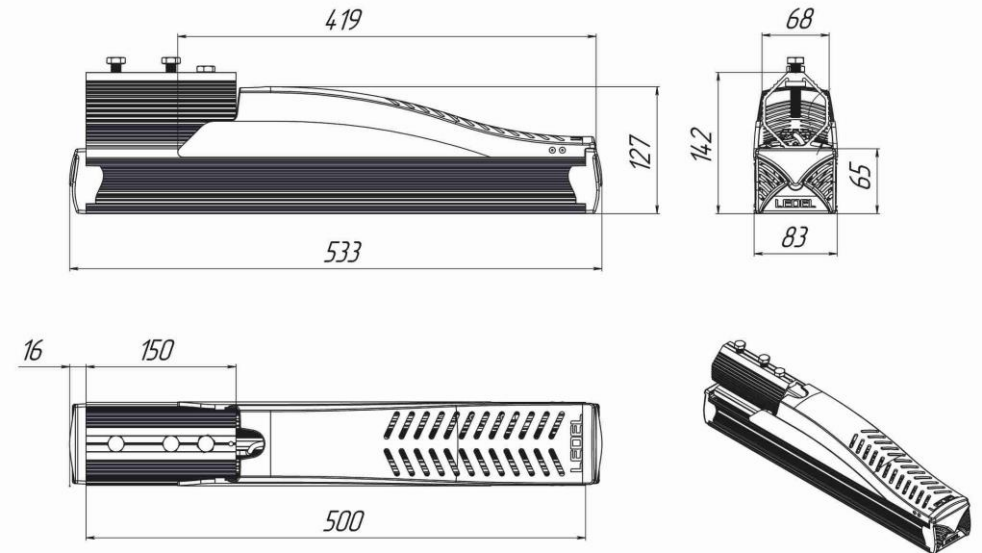

Рисунок 1 Габаритные размеры светильника «L-street 24 Premium»
- а) Ослабить фиксирующие болты (кроме ограничительного болта, см. рис. 1);